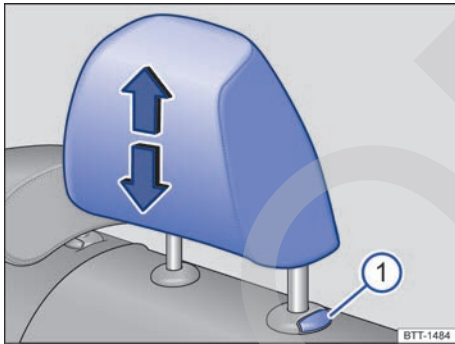
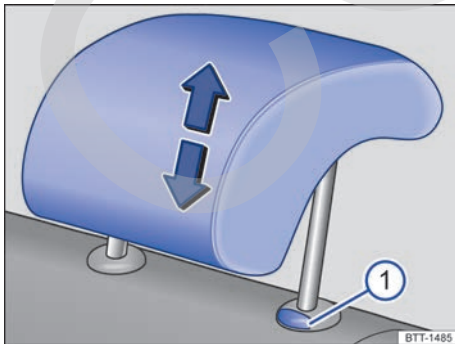

Fig. 42 Plazas traseras laterales: ajustar el apoyacabezas.
Fig. 43 Plaza trasera central: ajustar el apoyacabezas.
- Desplace el apoyacabezas hacia arriba o, a la vez que presiona la tecla → fig. 42 ① o → fig. 43 ①, hacia abajo en el sentido de la flecha correspondiente → ⚠.